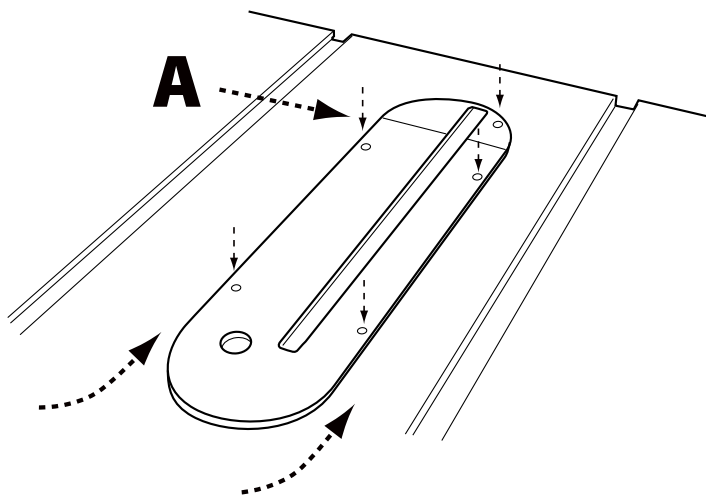

FIGURA 11
1. Para instalar la placa de garganta, baje la hoja hasta abajo de la parte superior de la mesa, luego con cuidado deslice la placa de garganta, primero el extremo ranurado, desde la parte frontal de la mesa hasta la parte posterior, manteniendo la hoja centrada dentro de la ranura en la placa de garganta. Vea la Figura 11. La placa debe descansar dentro de la cavidad en la parte superior de la mesa.
3. Si la garganta no está al ras con la parte superior de la mesa, ajuste la altura de la placa de garganta usando los cuatro tornillos de fijación (A).